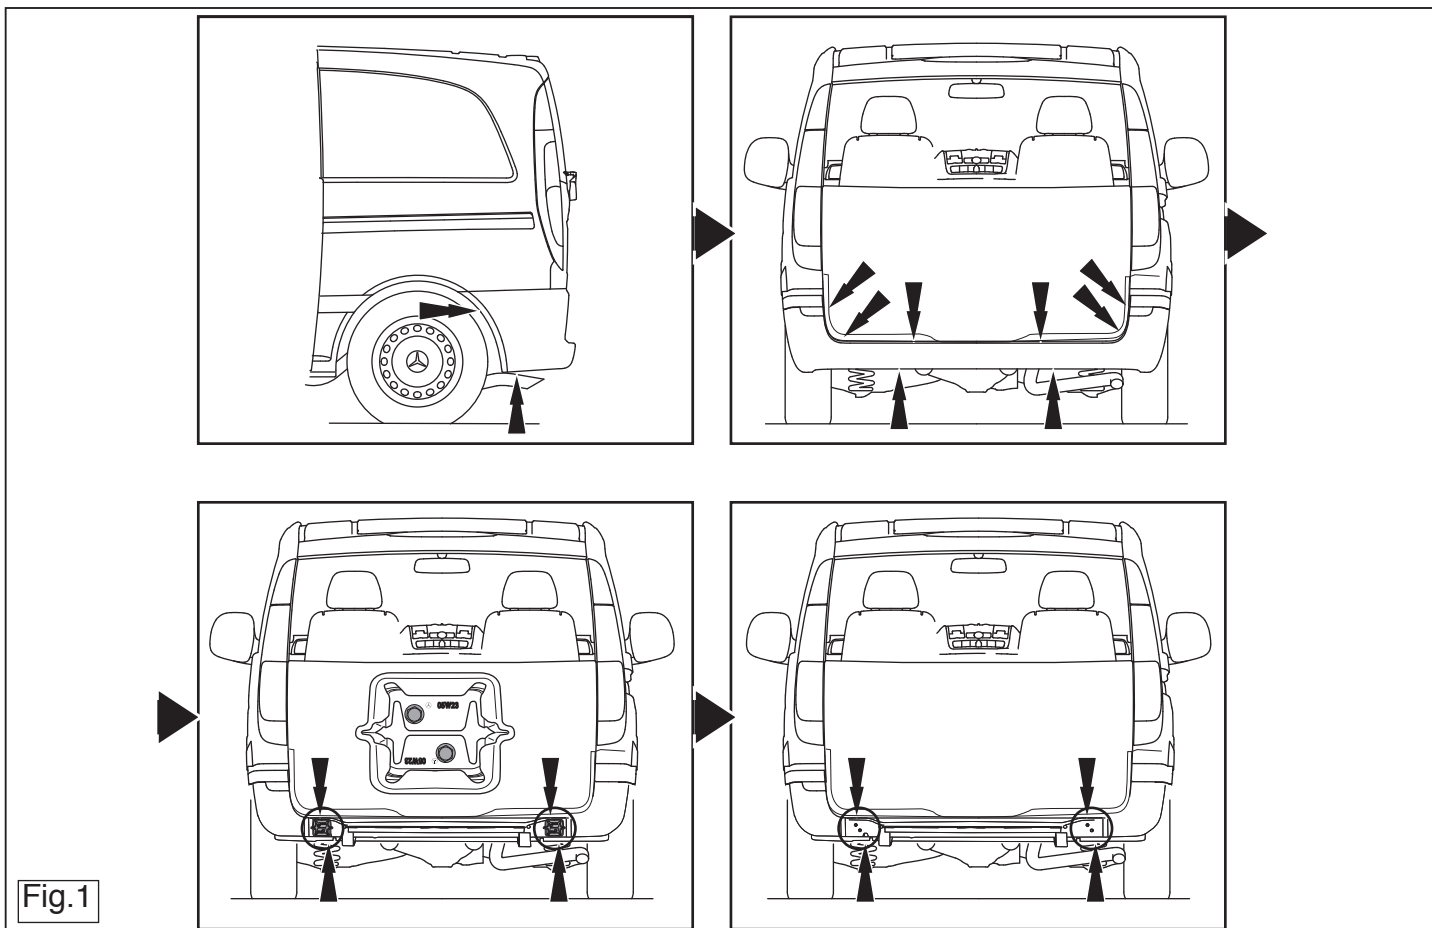

Fig.1
3. Die Stoßstange abmontieren (Siehe Abbildung 1).
4. Die metallabdeckkappen links und rechts im Bereich des Chassisrahmes demontieren. Diese sind mit 4 Schrauben befestigt. Die Schrauben wieder anbringen. Die Abdeckkappen werden nicht mehr benötigt (Siehe Abbildung 1).
3. Démontez le pare-chocs (Voir la figure 1).
4. Démontez les panneaux de couverture métallique à gauche et à droite au niveau des longérons du châssis. Ils sont fixés avec 4 boulons. Remplacer les boulons. Les panneaux de couverture métallique ne seront pas remontés (Voir la figure 1).
3. Demonter kofangeren (Se fig. 1).
4. Afmonter metalhæfterne til venstre og højre på chassivangerne. Disse er fastgjort med 4 bolte. Sæt boltene tilbage. Hæfterne bliver overflødig (Se fig. 1).